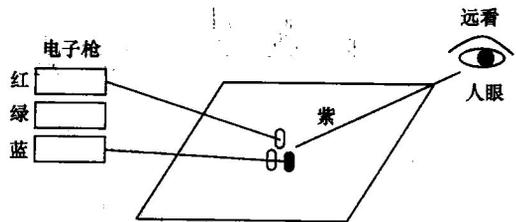

图 1.4 空间混色法示意图
(2) 时间混色法。时间混色法是指利用人眼的视觉暂留特性, 把两种或两种以上的颜色, 按时间先后顺序飞快地轮流出现, 从而使人眼看到混合后的新彩色。此种混色法最初是被顺序制彩色电视机所采用。
(3) 空间混色法。空间混色法是指将 3 种基色同时投射到白色屏幕上, 利用人眼的辨色能力较差的视觉特点, 产生相加混色的视觉效果, 产生如同 3 种颜色同时投射到一点的感觉, 如红色和蓝色混合产生紫色的视觉效果, 如图 1.4 所示。